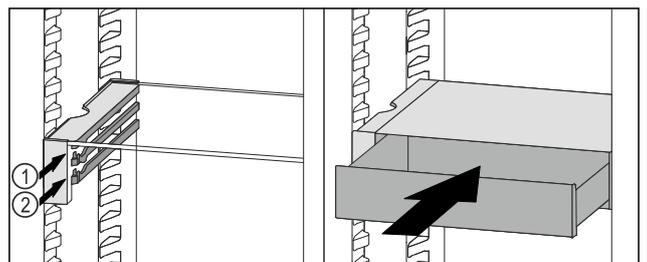

Fig. 114
- ▶ Placer le tiroir VarioSafe derrière les butées sur la nervure désirée Fig. 114 (1) ou Fig. 114 (2).